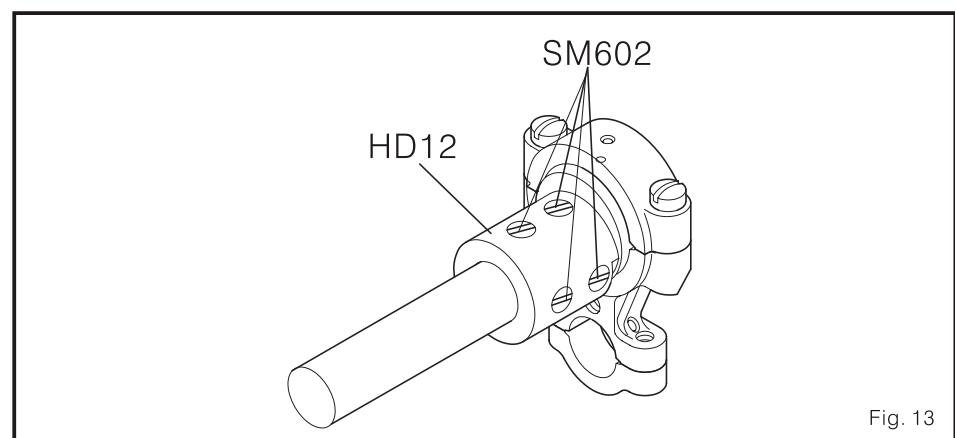

Fig. 13
4. Para ajustar (Fig. 13) Afloje los cuatro tornillos fijos, SM604, en la leva elíptica, HD12, para ajustar.